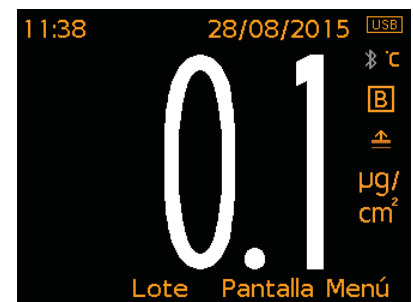

Fig. 1: Lecturas x1
- **Lecturas x1 (Fig. 1);** El valor de lectura aparece para toda la muestra.